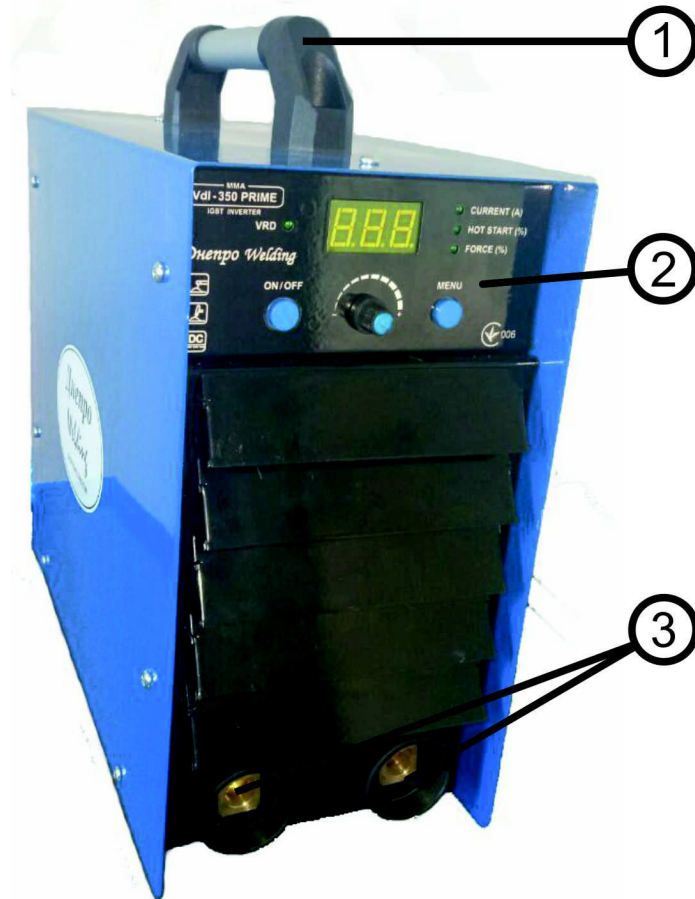

Рис.1
6.2 Виріб виконаний у вигляді переносного блоку зі з'ємними зварювальними кабелями. На передню панель апарату виведені органи індикації, управління і роз'єми для підключення кабелів (див. рис.1).